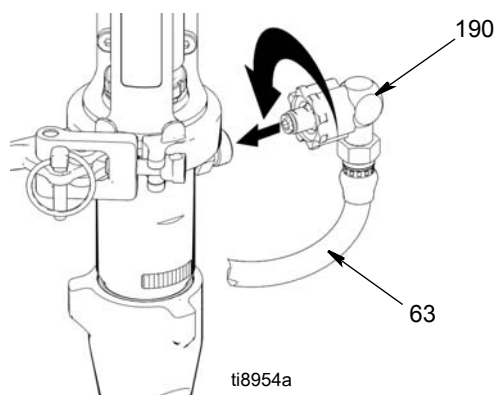

FIG. 26
7. (Fig. 26) Deschideți brățara și aliniați ieșirea pompei cu fittingul furtunului (190). Montați fittingul furtunului de vopsea (190) și furtunul de vopsea (63) pe conexiunea pompei, închideți brățara.